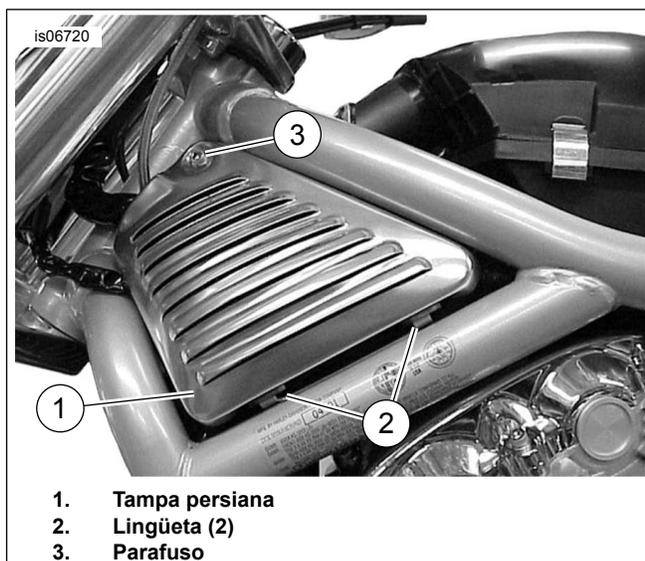

Figura 11. Tampa persiana lateral esquerda (V-Rod 2002 e 2003 mostrado)
1. Veja a Figura 11. Remova o parafuso (3) que fixa a tampa persiana dianteira esquerda (1) na motocicleta. Levante a tampa persiana das lingüetas (2) para remover a tampa.